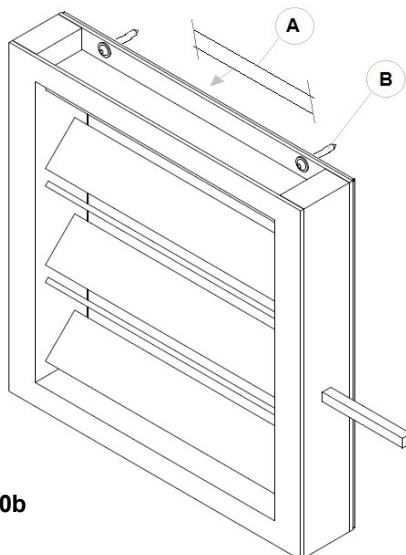

Fig. 10b
- Każda przepustnica wyposażona jest w gotowe otwory na kołnierzu i dostarczona jest wraz z zestawem składającym się z uszczelki (A) oraz wkrętów samowiertnych (B), patrz fig. 10b.